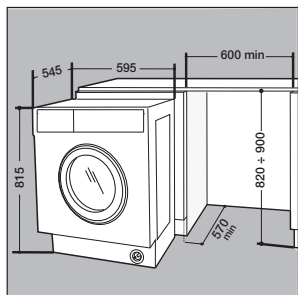

Abb. 6
- Schieben Sie die Maschine in die Öffnung und passen Sie sie der Möbelfront an (*abb. 6*).